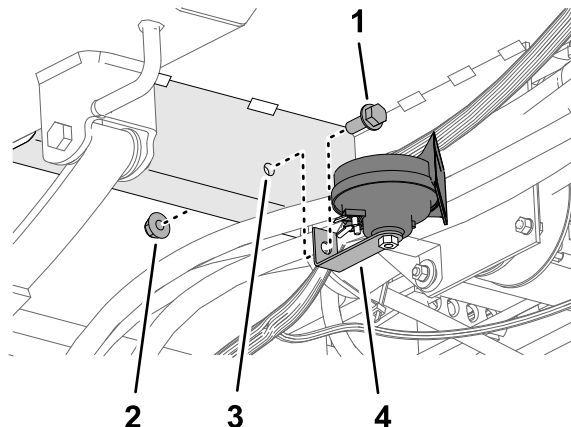

Bild 36
1. Fluchten Sie das Loch in der Halterung der Hupe mit dem Loch (810 mm) im Bodenplattenwinkel neben den Hydraulikschläuchen der Lenkung aus (**Bild 36**).
2. Befestigen Sie die Halterung der Hupe mit einer Bundkopfschraube $\frac{3}{8}$ " x 1") und Sicherungsbundmutter ($\frac{3}{8}$ ") am Bodenplattenwinkel (**Bild 36**).